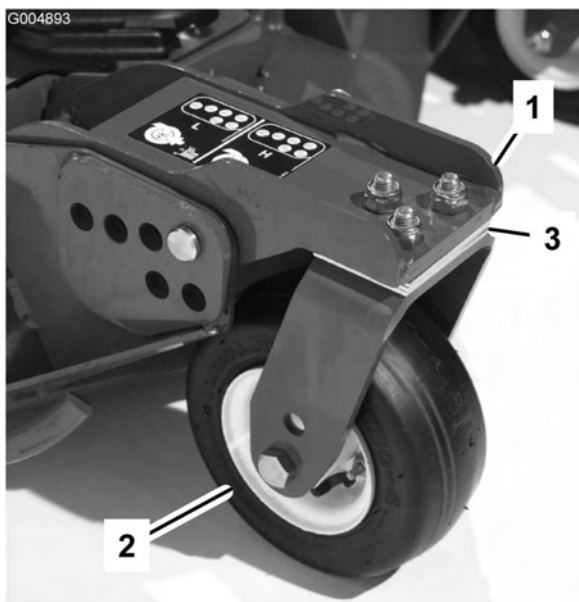

Figura 76
1. Retire os parafusos e as porcas que fixam o braço da roda à forquilha de roda (Figura 76).